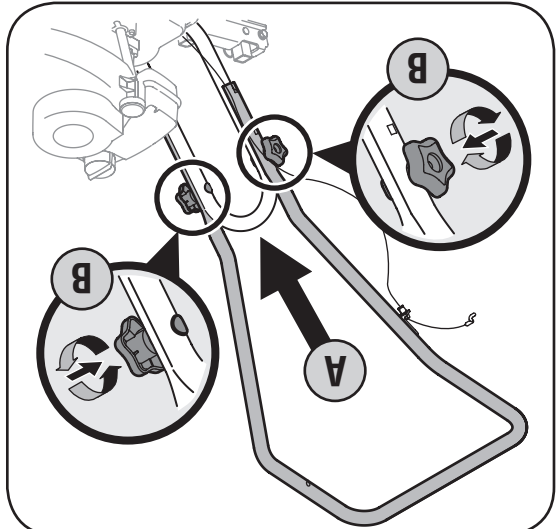

Figure 3-2: Installez et attachez le guidon supérieur.
2. Positionnez le guidon supérieur au-dessus du guidon inférieur, étape A, Figure 3-2. Alignez les trous des deux guidons (choisissez les trous du haut ou du bas en fonction de la hauteur désirée).
3. Enfoncez des boulons ordinaires dans les trous et maintenez-les en place avec les boutons en forme d'étoile, étape B, Figure 3-2. Vérifiez que les boulons ordinaires sont bien en place à l'une ou l'autre des deux positions prévues.